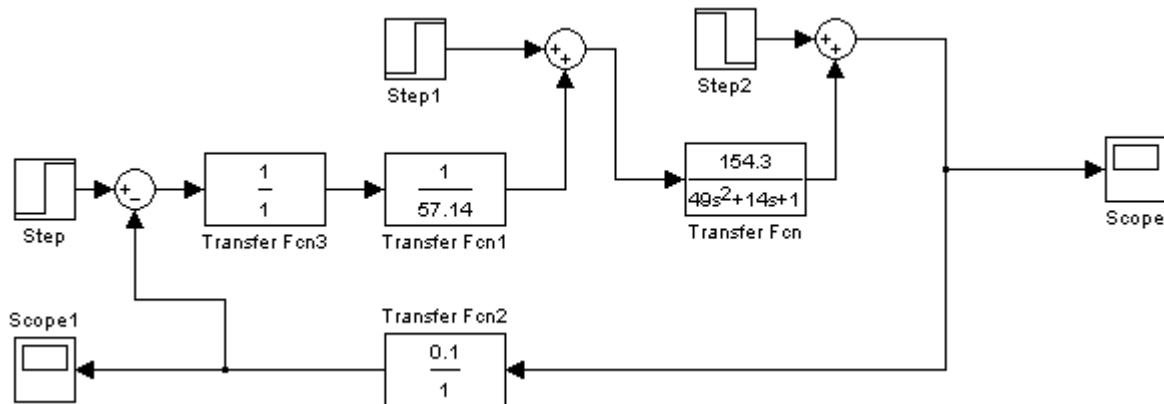

Figura 6.9 Modelo de una planta con retroalimentación.
El modelo de la Figura 6.9 corresponde a un control de temperatura. En el módulo “scope” se gráfica temperatura vrs. Tiempo y en el módulo “step” se define el valor de referencia. Los módulos “step1” y “step2” representan perturbaciones de corriente y temperatura respectivamente. El módulo “TransferFcn2” representa al transductor para la medición de la temperatura.
33. Armar en simulink el sistema mostrado en la Figura 6.9.